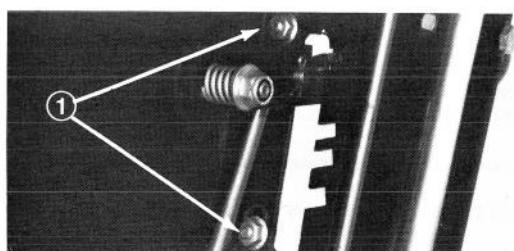

Figure 3
1. Poussez la manette du sélecteur de vitesse aussi loin que possible vers le bas et retenez-la dans cette position, desserrez les écrous à colerette pour pouvoir aligner la plaque du sélecteur avec la manette en position de traction avant No. 3 (Fig. 3).